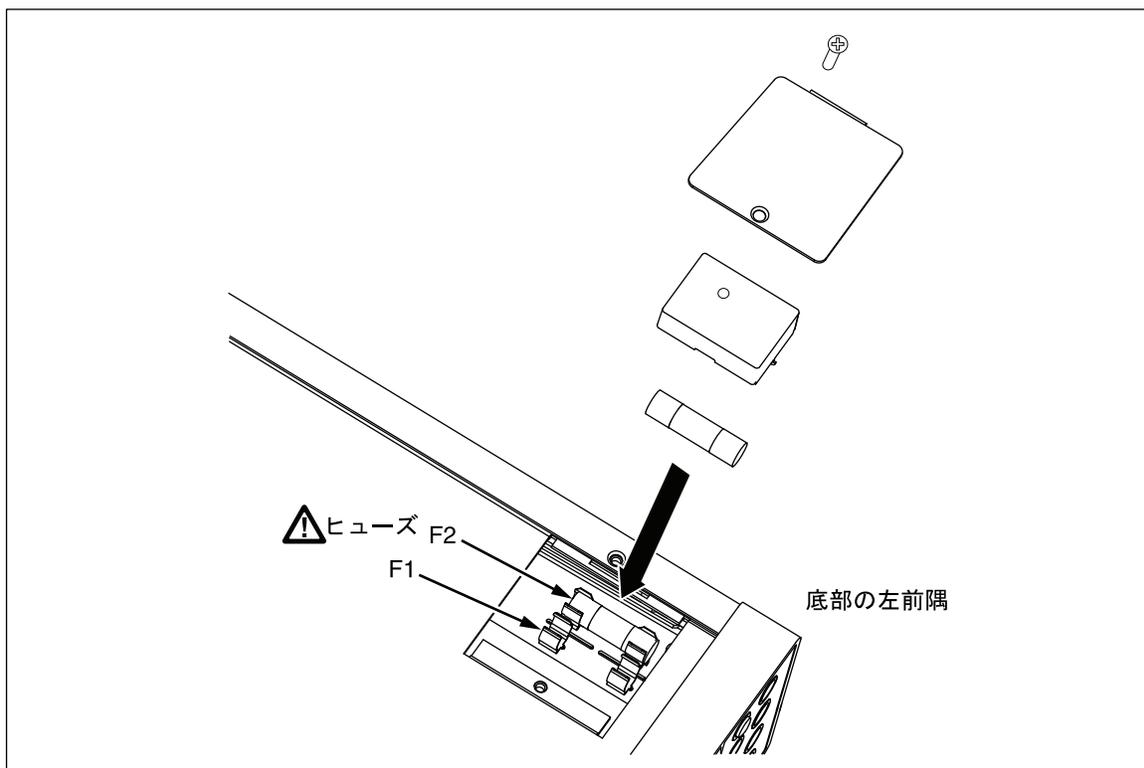

図 2-2. 電流入力ヒューズの交換
3. ヒューズ交換用窓のねじをゆるめてください。図 2-2 を参照して下さい。